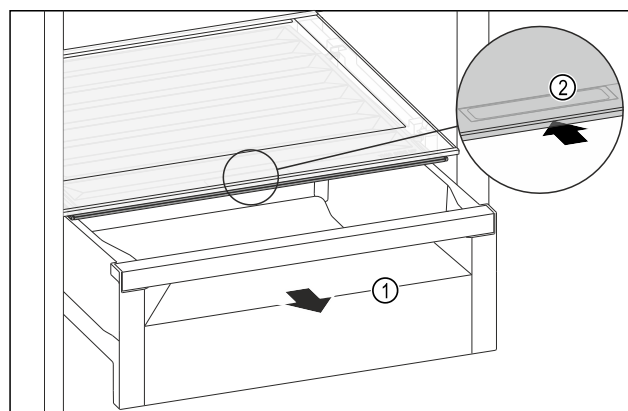

Fig. 85
- Estrarre il cassetto Fig. 85 (1).
- Afferrare la maniglia incassata Fig. 85 (2) sul coperchio dello scomparto e spingere allo stesso tempo all'indietro il coperchio dello scomparto.